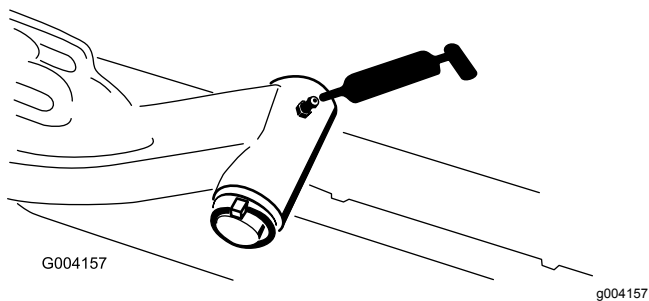

Figure 46
- Axe de pivot des bras de levage (x 1) (Figure 46)